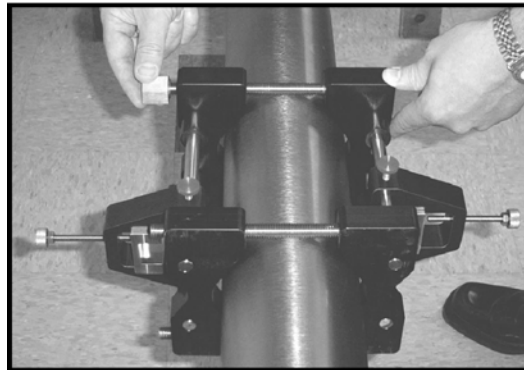

図 25: 固定具へのナットの取り付け
3. ナットの凸側を固定具に向けて、4本のナットをネジロッドに取り付けます。ハンド次ページの図 25 に示すように、各 V ブロックのナットを均等に締めます。十字を使用しない 4つの取り付けナットの締め付けパターン。